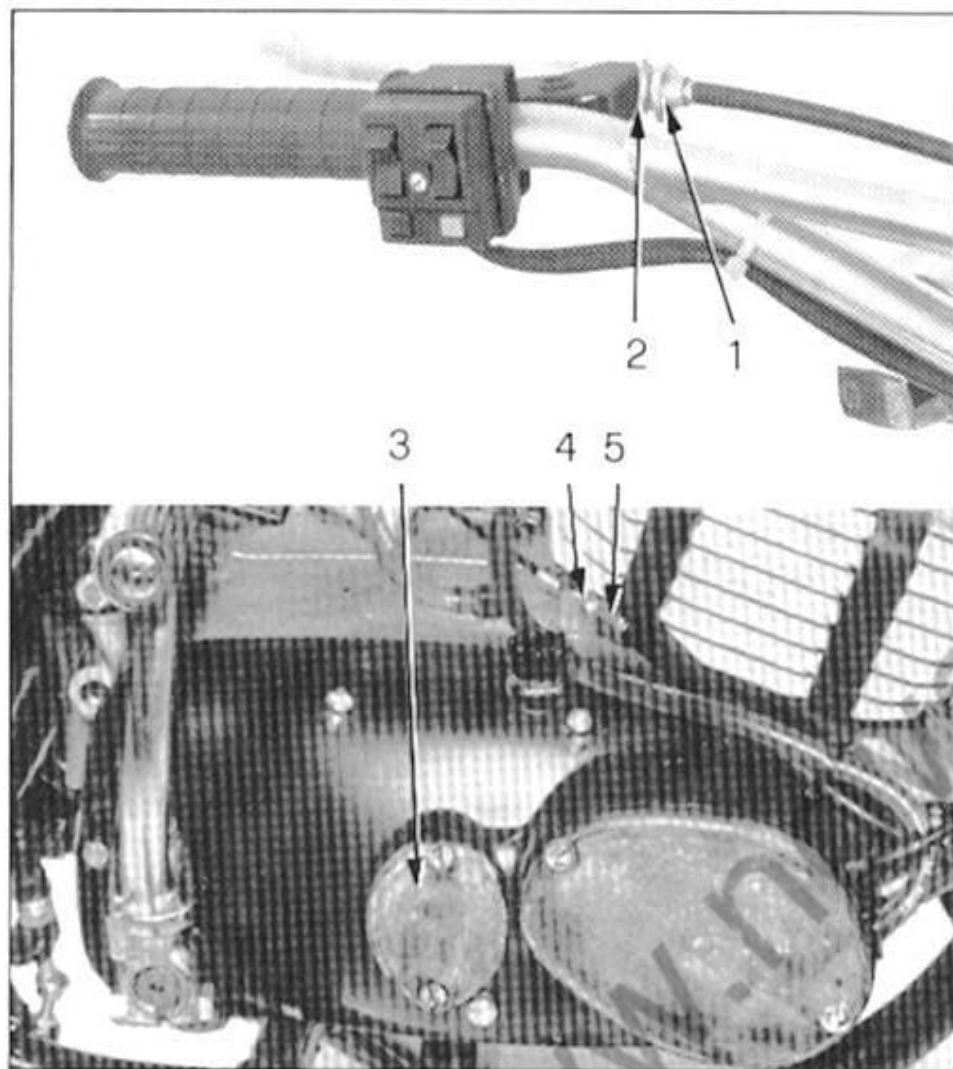

FIG. 17 - REGOLAZIONE DELLA FRIZIONE
La frizione non richiede, normalmente, altra regolazione che quella della tensione del cavo. I tenditori, per la regolazione del cavo, sono situati sul carter destro e sul manubrio, come indicato dalla fig. 17. La leva comando frizione sul manubrio, deve sempre avere una certa corsa a vuoto prima di iniziare il disinnesto della frizione. Per regolare questo gioco allentare il dado 4 e girare il registro 5 (fig. 17). Svitando il gioco diminuisce, avvitando aumenta. Per una piccola regolazione agire sul registro posto sul supporto leva sul manubrio (1 e 2 - fig. 17).
The clutch does not require any adjustment except for correct setting of the control cable. The clutch control adjusters are located on the right side of engine crankcase and on the handlebar, as shown in figure 17.
The clutch hand lever on the handlebar should have some free movement before the clutch starts to disengage. To adjust free play, loosen locknut (4) and turn adjusting sleeve (5) out for less free play or turn screw in, for more free play. Minor adjustment can be made by loosening locknut 1-2 Fig. 17 and turning knurled nut located at clutch hand lever on handlebar. Retighten locknut. If the clutch slips under load or drags in disengaged position after free play has been adjusted, it must be taken apart for inspection.